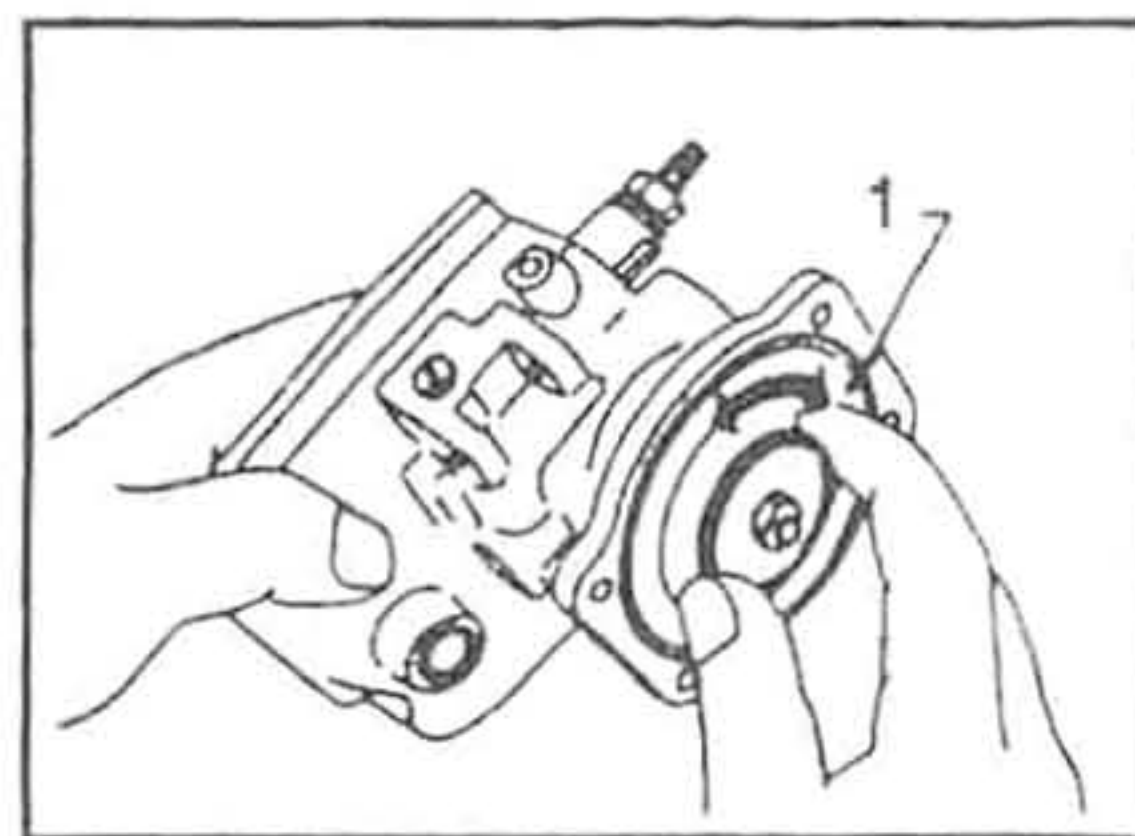

Рис. 319.
должны совместиться метки (1), нанесенные при разборке (рис. 319).